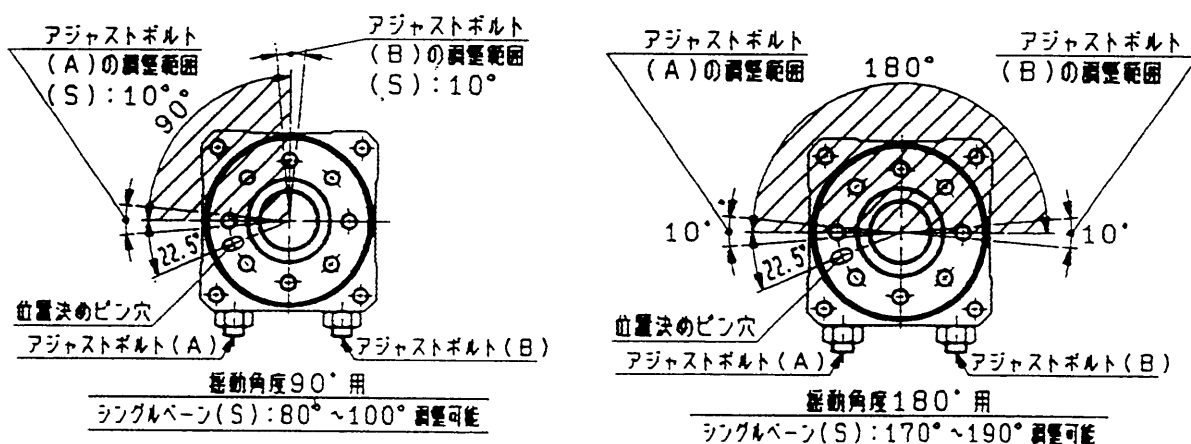

図1 テーブル揺動範囲
アジャストボルト (A)、(B) の調整により、下図1のような揺動角度の調整ができます。